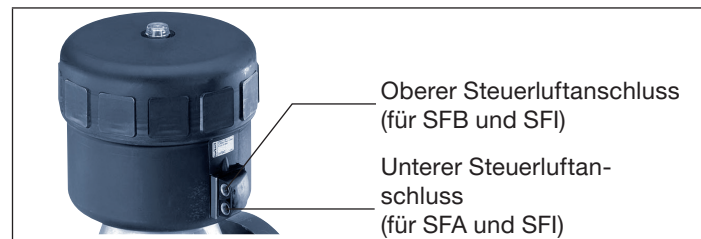

Bild 20: Steuerluftanschluss
- Unteren Steuerluftanschluss mit Druckluft (Wert wie auf dem Typschild angegeben) beaufschlagen (siehe nachfolgendes „Bild 20“). Dies ist erforderlich, damit sich die Membran vom Gehäuse löst und nicht beschädigt wird.
- Oberen Steuerluftanschluss mit Druckluft (Wert wie auf dem Typschild angegeben) beaufschlagen (siehe „Bild 20“).
Antrieb schaltet nicht	Steuerluftanschluss vertauscht* SFA: → Steuerluftanschluss unten anschließen SFB: → Steuerluftanschluss oben anschließen SFI → Steuerluftanschluss oben: Schließen Steuerluftanschluss unten: Öffnen *siehe „Bild 20“